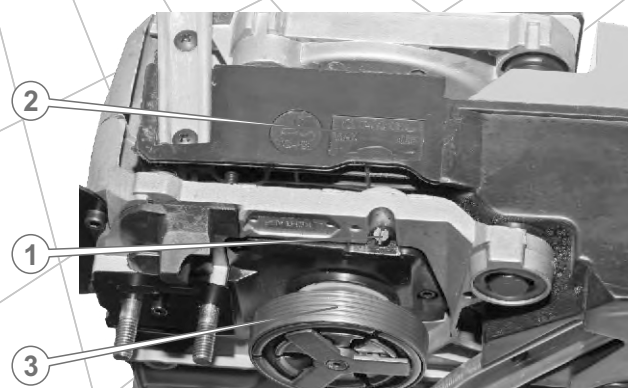

Рис. 13
Шлиц штока масляного насоса (1) расположен на донной части бензопилы под муфтой сцепления (3) (см. рис. 13).
2. Отрегулируйте подачу масла на цепь согласно указателю (2), промаркированному на донной части бензопилы (см. рис. 13).